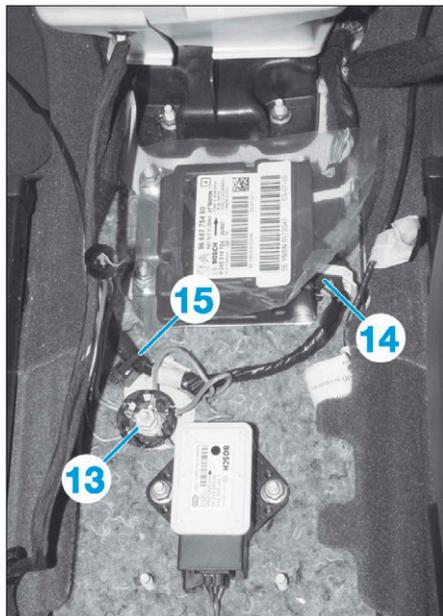

FIG. 36
- Déposer l'écrou (13) et sortir les cosses de masse du faisceau de planche de bord (Fig.36).
- Débrancher le connecteur (14) du calculateur d'airbags.
- Dégrafer et écarter le faisceau (15).
- Reposer et agrafer le faisceau de planche de bord (15) au niveau de la console centrale de plancher (Fig.36).